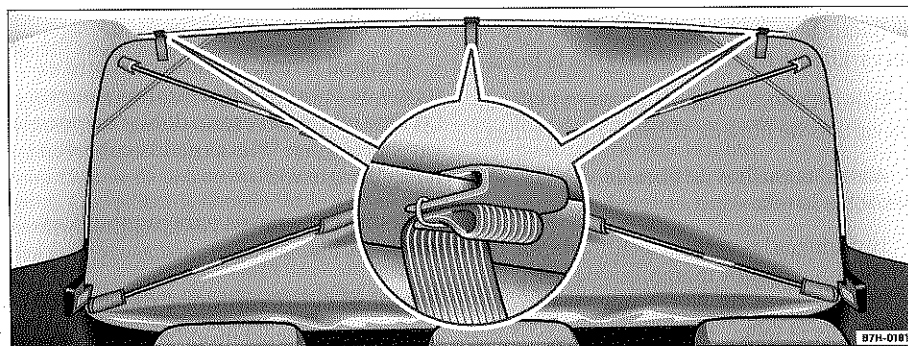

Fig. 40 Luneta: cubreventanas montado
- Introduzca las varillas del cubreventanas entre la moldura trasera y el guarnecido del techo ⇒ fig. 40. Las varillas del cubreventanas tienen que quedar visibles desde dentro del habitáculo.